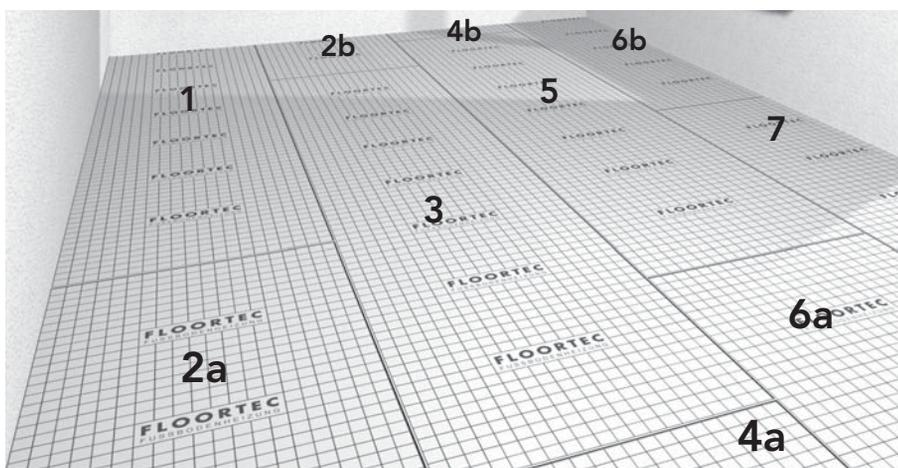

Fig. 1: posa a progressione
- Posa a progressione: sistemare il primo pannello FLOORTEC in corrispondenza di una parete (numeri da 1 a 6) e iniziare la seconda fila di posa con ciò che resta del secondo pannello (n.2 in Fig.1). Si prega di collocare il lato del pannello tagliato a mano libera vicino al nastro d'isolamento perimetrale.